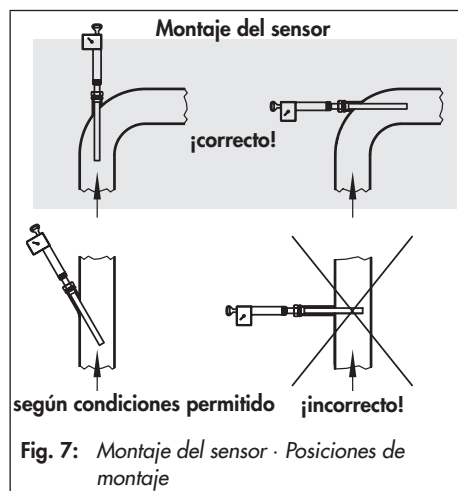

Fig. 7: Montaje del sensor · Posiciones de montaje
*El sensor tiene que estar en contacto con el medio en toda su longitud; observar las posiciones de montaje admisibles (ver fig. 7).*